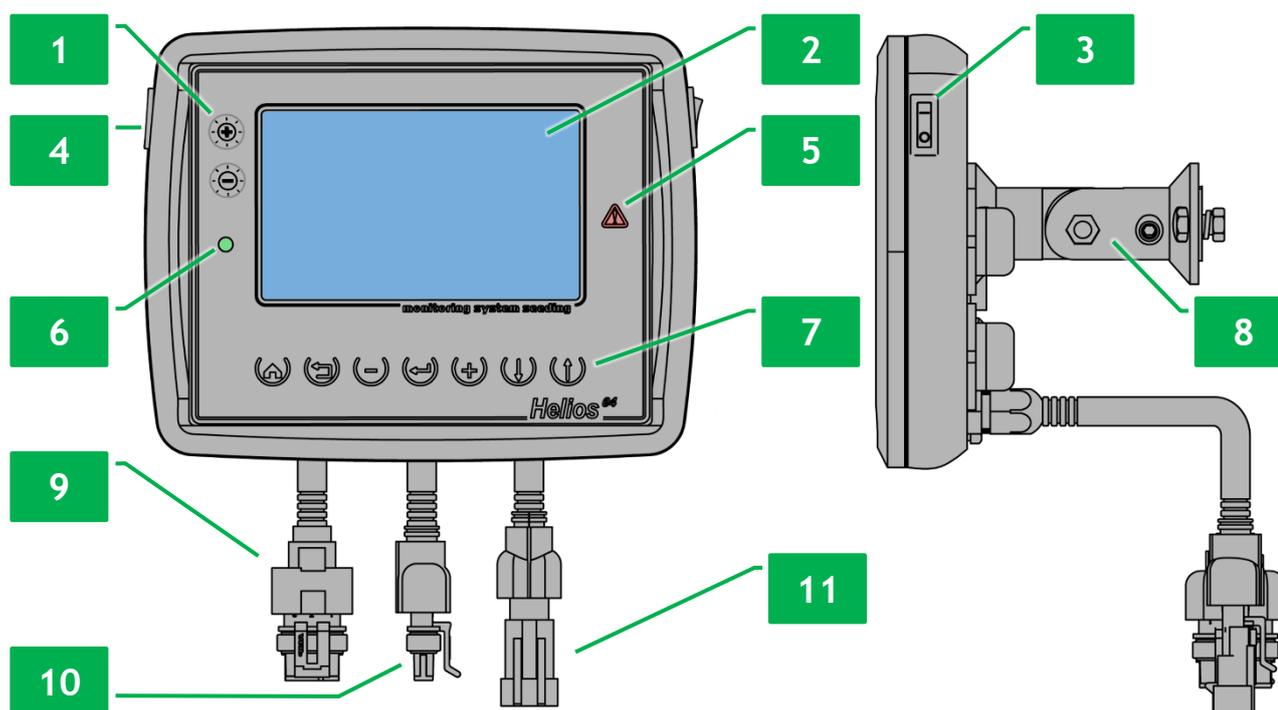

Рисунок 1 Панель оператора
Внешний вид и органы управления панели оператора изображены на «Рисунок 1». Панель оператора состоит из следующих элементов:
- выключатель питания (см. Рисунок 1 п.3);
- индикатор питания (см. Рисунок 1 п.6);
- кронштейн крепления панели оператора (см. Рисунок 1 п.8);
- кнопки управления панелью оператора (см. Рисунок 1 п.1 и п.7). Их графическое обозначение, название и краткое описание содержатся в «Таблица 1».
- экран панели оператора (см. Рисунок 1 п.2).
- разъем для установки карт памяти формата microSD (см. Рисунок 1 п.4).
- кабельный ввод жгута датчика скорости движения (см. Рисунок 1 п.9).
- кабельный ввод жгута связи RS-485 (см. Рисунок 1 п.10).
- кабельный ввод жгута питания (см. Рисунок 1 п.11).
- индикатор аварии (см. Рисунок 1 п.5).
⁴ Аварийный световой индикатор показан на «Рисунок 1», п.5
Если выбран уровень доступа «Агроном» или «Сервис», индикатор аварии будет мигать с большой частотой (см. Рисунок 1, п.5).